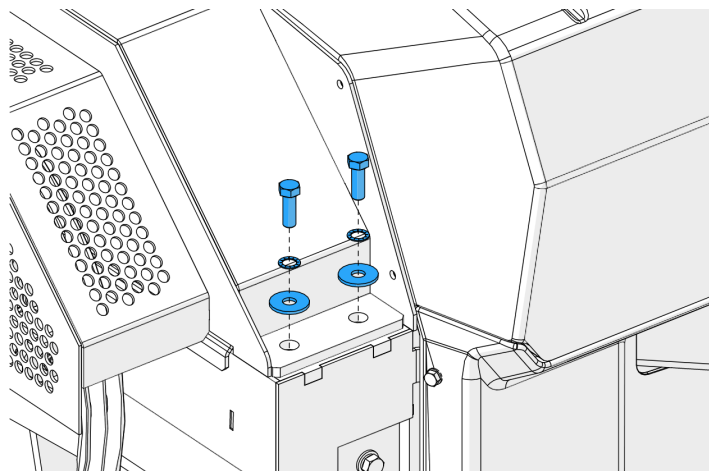

Abbildung 46 - Schrauben der Häckselkammerabdeckung
5. Entfernen Sie die beiden Schrauben, mit denen die Häckselkammerabdeckung geschlossen ist (Abbildung 46).